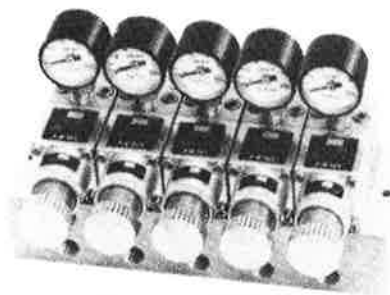

図1 マニホールド式
- ①最も一般的なもので、末端の空気圧機器全体に、一定の適正な圧力を安定供給する目的のもの
- ②部分的な圧力コントロールを目的とし、コンパクト化されたもの、たとえばサブベース、(図3)マニホールド式（図1）、スタッキング式（図2）など
- ③電磁弁とシリンダなどの間に設け、1次側の圧力が急激に0kgf/cm2になったとき、2次側の設定圧力を1次側に環流させる目的で、チェック機構の付いたもの